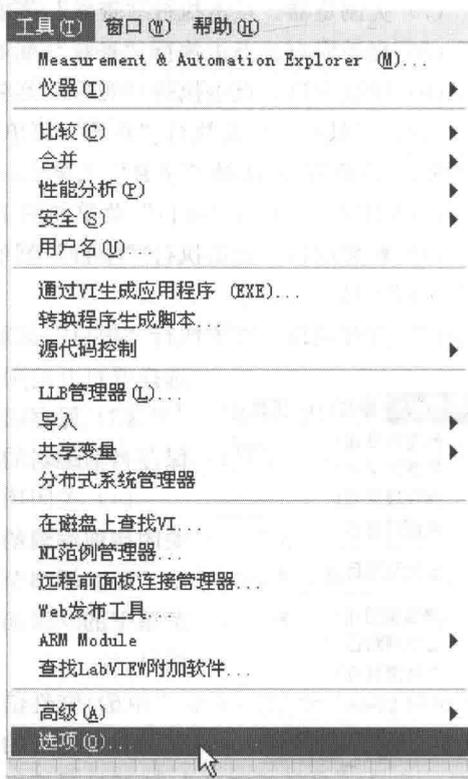

图 1-12 “工具”菜单
8. LabVIEW 2011 的“工具”菜单(见图 1-12)